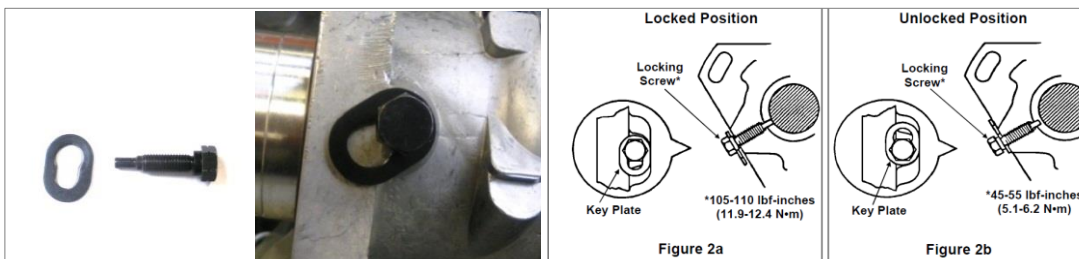

Fig.10
- 3.7 Desserrez la vis de blocage et faites glisser la plaque à rainure sous la tête de la vis. Couple de serrage 6 Nm. **Attention: la pompe doit maintenant pouvoir tourner librement!** (Fig. 10)